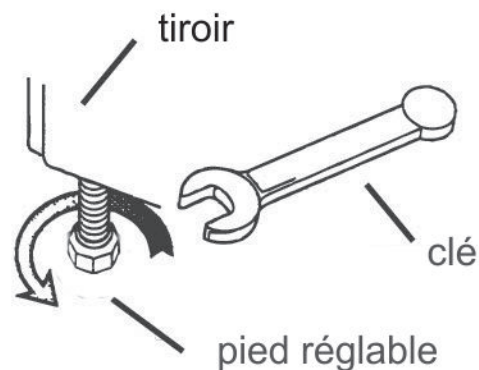

Figure 6 : Ajustement de la hauteur de la cuisinière
10. Pour éviter d'érafler le comptoir de cuisine, vérifiez et, si nécessaire, ajustez la hauteur de la cuisinière en ajustant les pieds (voir Figure 6 : Ajustement de la hauteur de la cuisinière).